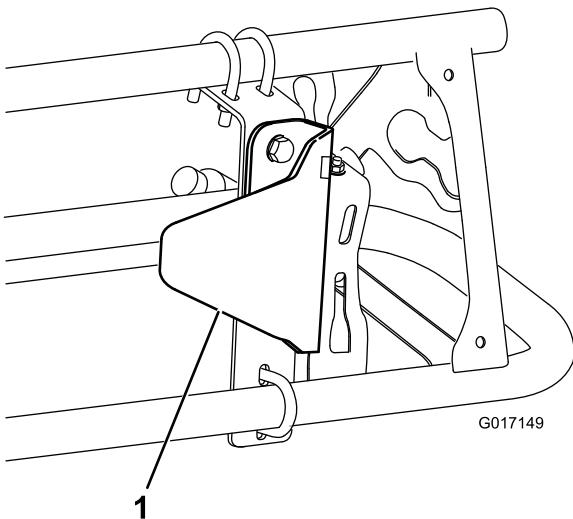

Bild 16
1. Befestigungshalterung (2) 2. Sicherungsmutter ($\frac{1}{4}$ "') (12)
2. Befestigen Sie die Sensorschutzvorrichtungs-halterung mit zwei Schrauben (5/16" x $\frac{3}{4}$ ") und zwei Bundmuttern (5/16") an der Befestigungs-halterung, wie in Bild 16 dargestellt.